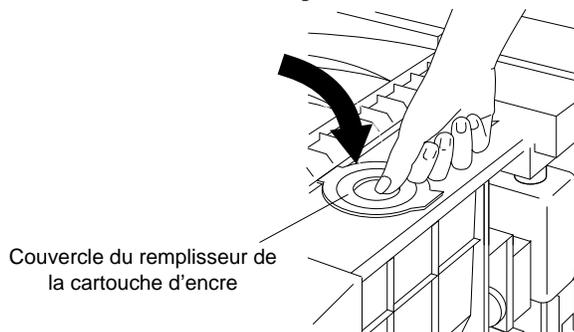

Figure 4-4 Fermeture du couvercle du remplisseur de la cartouche d'encre
9. Fermez le couvercle du remplisseur de la cartouche d'encre, comme illustré à la Figure 4-4.